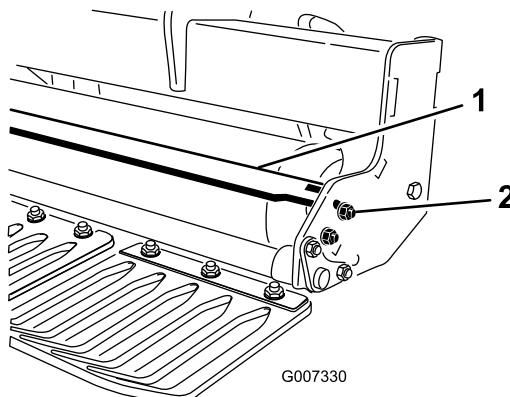

Figura 16
1. Afloje los herrajes que sujetan cada extremo del rascador a la pestaña del rascador de rodillo (Figura 16).